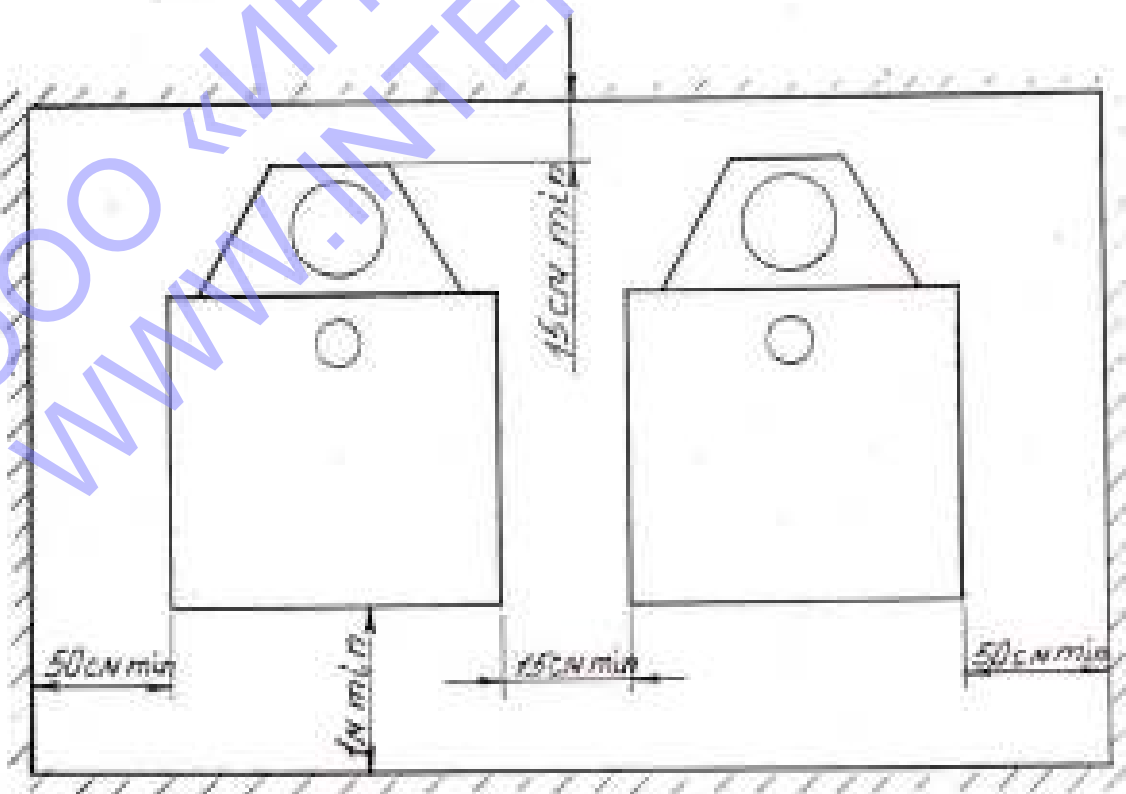

Рис. 5
5.4.Котел /котлы/ устанавливаются в помещении с обязательным обеспечением необходимых для обслуживания и ремонта расстояний в соответствии с рис. 5 /вид сверху/.